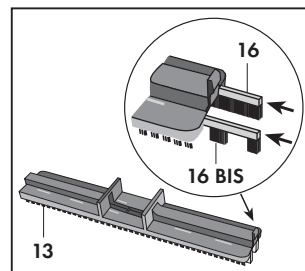

Fig. 15
- Il telaio setolato (13) dotato di inserti setolati (16 e 16 BIS) per la funzione di aspirapolvere. **(Fig. 15)**